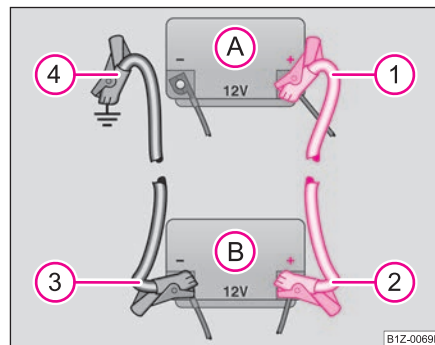

Fig. 212 Executarea pornirii cu ajutorul bateriei altui autovehicul: A - bateria descărcată, B -bateria furnizoare de curent
- Prindeți un capăt la polul plus (1) ⇒ fig. 212 al bateriei descărcate (A).
- Prindeți celălalt capăt la polul plus (2) al bateriei care furnizează curent (B).